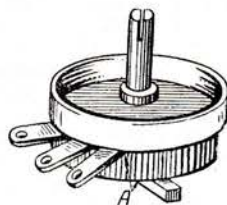

Рис. 4. Потенциометр «средней точки»
4) плохие контакты в потенциометре «средней точки» (рис. 4);